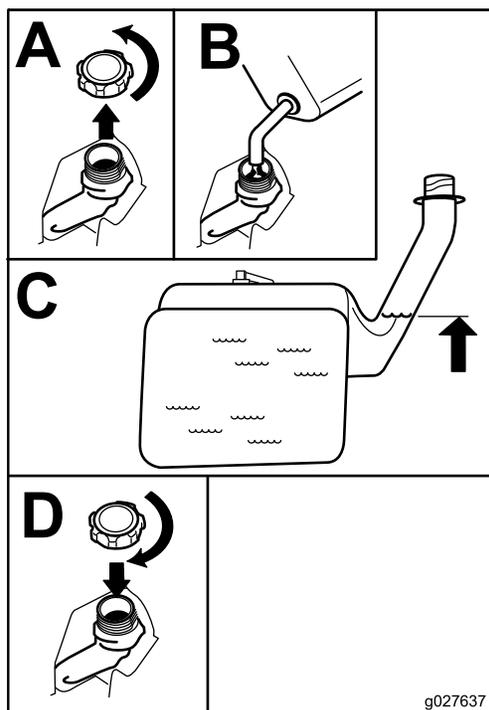

Figure 7
2. Versez **lentement** du carburant sans plomb ordinaire jusqu'à ce que le niveau atteigne le bas du goulot de remplissage Figure 7.